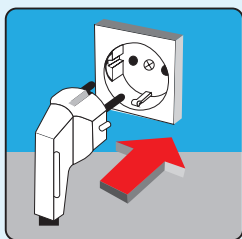

IMAGEN 11
- Si su producto fue sacudida durante el transporte y la colocación, espere para ser enfriado (1) hora sin correr. De esta manera, si el aceite del compresor se infecta al sistema, volverá. Si se funciona sin prestar atención a esta situación, puede dañar el compresor.
- Enchufe el producto a una salida establecida de acuerdo con las normas, tiene sólo 220-240V/50 Hz de corriente alterna. (Imagen 11)